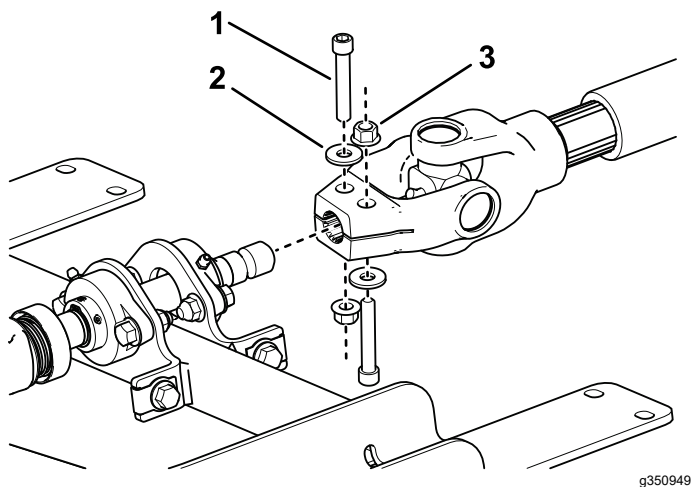

Figure 14
6. En utilisant les fixations d'accouplement de la PDF que vous avez retirées sous 3 Préparation du groupe de déplacement \(page 8\), fixez l'arbre de PDF du groupe de déplacement à l'arbre d'accouplement cannelé sur la plaque de montage, comme montré à la Figure 14.